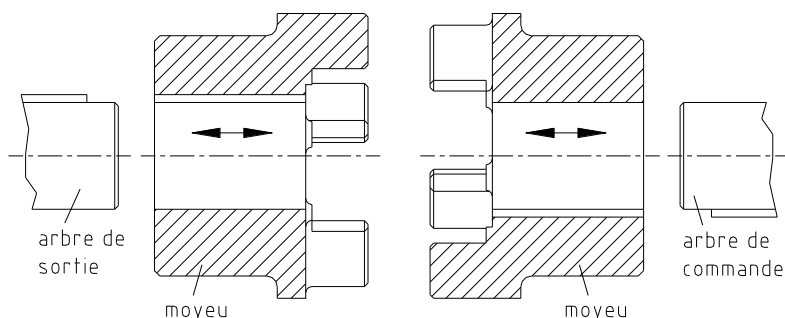

Fig. 10 : Montage des moyeux
- Monter les moyeux sur les arbres moteurs et récepteurs (fig. 10).